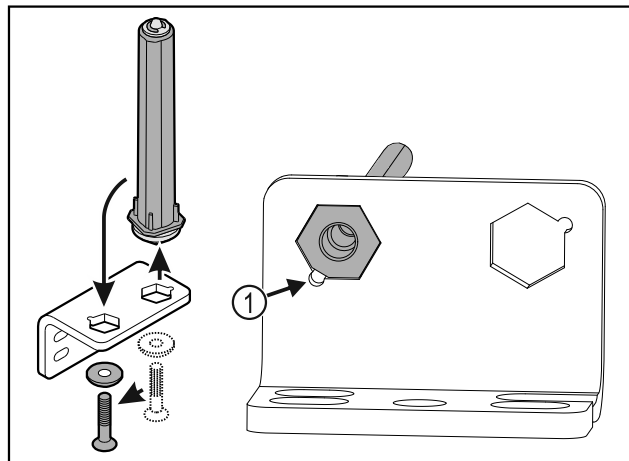

Fig. 29
- ▶ Dbejte, aby při vsazování ukazovalo zešíkmení čepu Fig. 29 (1) ke kulatému otvoru.